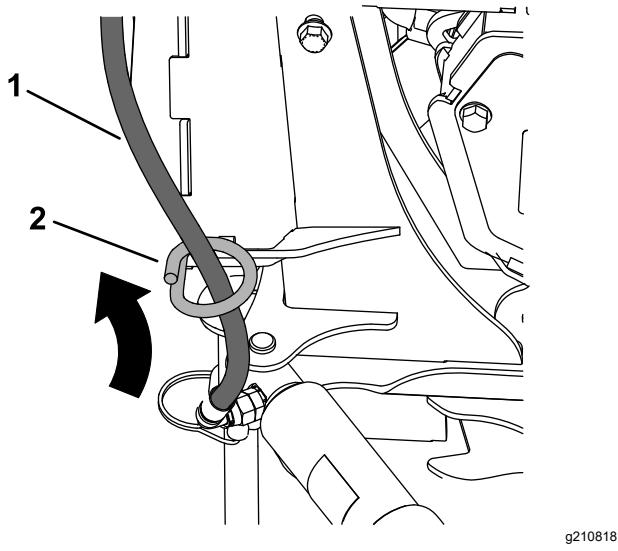

Figure 11
- 9. Faites passer les flexibles dans les guides sur les côtés gauche et droit du triangle d'attache rapide de la brosse (Figure 11).